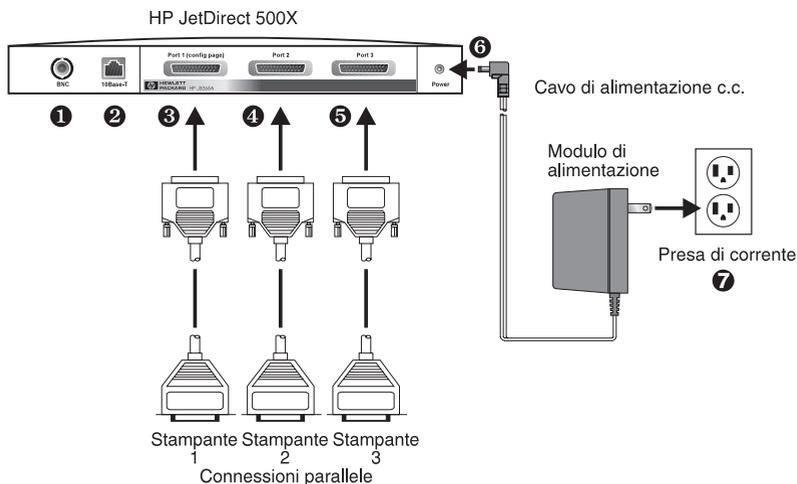

Figura 2.2 Collegamenti hardware mediante un modulo di alimentazione USA per il server di stampa HP JetDirect J3265A.
La procedura che segue riporta i numeri nei cerchi neri corrispondenti a quelli presenti nella figura 2.2. I server HP JetDirect 300X, 170X e EX Plus sono muniti di una porta per stampante ③. I modelli HP JetDirect 500X Token Ring e 300X non sono muniti di porta BNC ①. Sui server HP JetDirect 500X e 300X, il connettore RJ-45 ② viene utilizzato per il funzionamento a 10 o a 100 Mbit/sec. I server JetDirect 170X ed EX Plus3 non sono muniti di porta BNC ①.
5. Collegare il server di stampa alla rete ① o ②.
6. Collegare il server di stampa alle stampanti ③, ④ e ⑤.